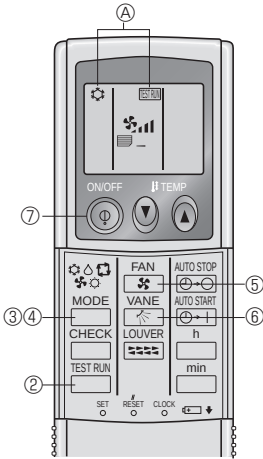

Fig. 7-5
7.2.2. Використання бездротового пульта дистанційного керування (Fig. 7-5)
- ① Подайте живлення на блок принаймні за 12 годин до тестового прогону.
- ② Двічі натисніть кнопку безперервно.